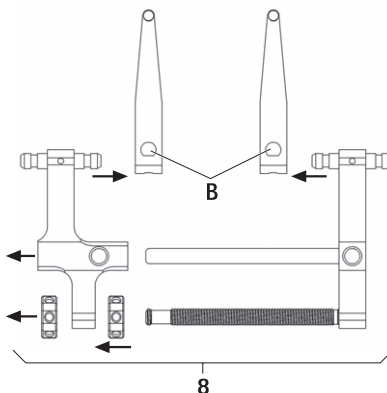

Fig. 4
- Montar el distractor 8 y las hojas distractoras, ver Fig. 4: Accionar las correderas B y extraer las hojas distractoras FW239R.